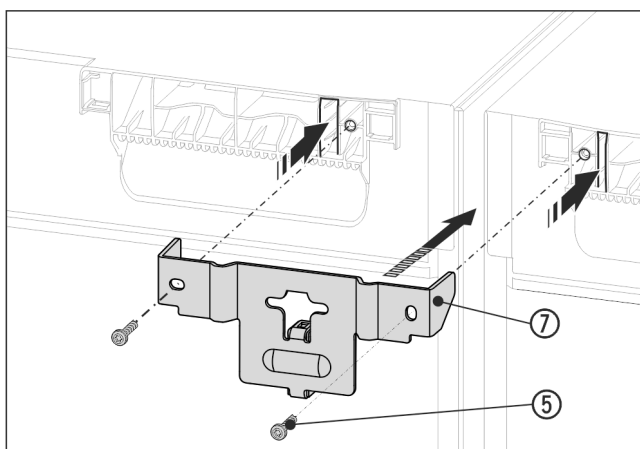

Fig. 16 Rappresentazione esemplificativa
- Spingere la squadretta Fig. 16 (7) con il distanziale fra le apparecchiature e con le linguette nella copertura dell'apparecchiatura. Serrare con 2 viti Fig. 16 (5).